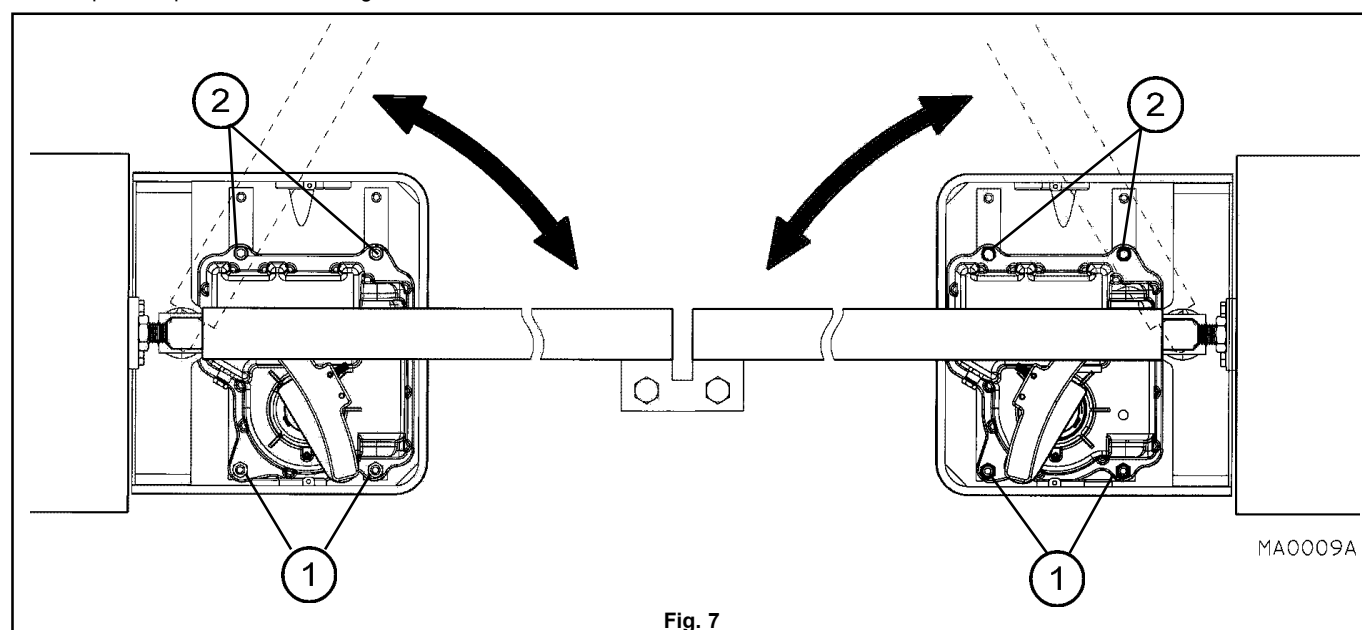

Fig. 7
- Placer le moto-réducteur à l'intérieur de la caisse de fondation en faisant attention à son orientation (voir fig. 7)
- Le fermer à l'aide deux écrous autofreinés (1 fig. 7) et les deux vis mises à disposition (2 fig. 7).
- Coloque el motorreductor en el interior de la caja para empotrar prestando especial atención a la orientación (véase fig. 7)
- Bloquéelo con las dos tuercas de retención (1 fig. 7) y los dos tornillos (2 fig. 7) que se entregan con el equipamiento de base.
- Umieścić motoreduktor wewnątrz skrzyni fundamentowej, zwracając uwagę na kierunek ustawienia (zobacz rys. 7)
- Zamocować go za pomocą dwóch nakrętek samoblokujących (1 rys. 7) i dwóch śrub (2 rys. 7) na wyposażeniu.